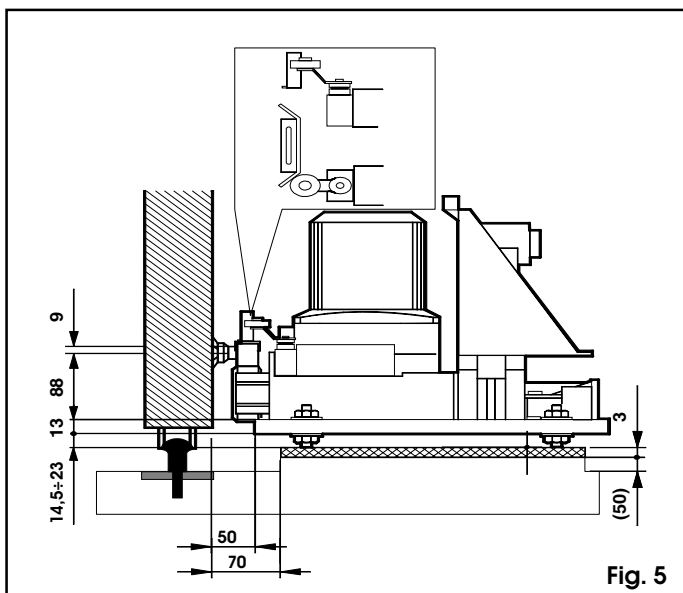
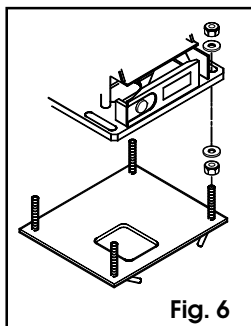

Fig. 5
Fig. 6
Nota: Se aconseja colocar la plancha sobre una base de cemento a 50 mm aproximadamente del suelo (fig. 5).
6) Fijar el actuador a la plancha de fundación como se ilustra en la fig. 6, utilizando los tornillos y arandelas que se entregan de serie. La posición del actuador se indica en la fig. 5.